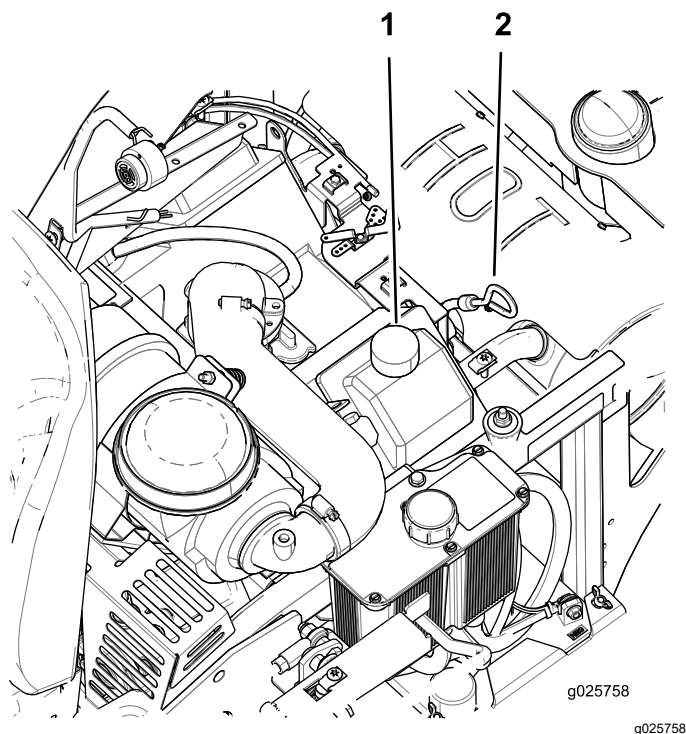

Figura 36
4. Para que no entre suciedad, recortes de hierba, etc., en el motor, limpie la zona alrededor del tapón de llenado/varilla de aceite antes de retirarlo (Figura 36).
8. Si el nivel de aceite es bajo, limpie la zona alrededor del tapón de llenado, retire el tapón y añada aceite hasta que llegue a la marca **Lleno (Full)** de la varilla (Figura 36).
5. Vierta lentamente un 80% aproximadamente del aceite especificado por el tubo de llenado, luego añada lentamente el resto del aceite hasta que llegue a la marca **Lleno (Full)** de la varilla (Figura 36).
6. Arranque el motor y conduzca hasta una zona llana. Compruebe el nivel de aceite otra vez (Figura 36).